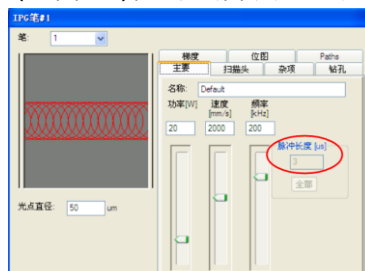

图 23
5) 此时，“脉冲长度” 用户将不可手动调节（如图 23），系统会自动调节适应的脉冲长度。